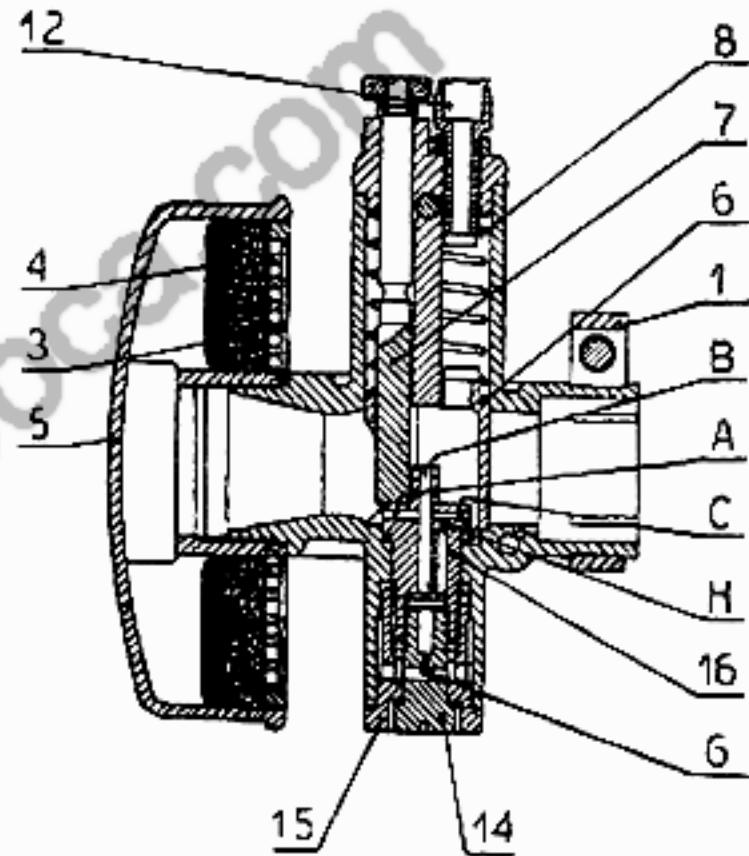

Fig. 11.
c) Il **depuratore d'aria** (5) della fig. 11 contiene l'elemento filtrante (4) che trattiene le impurità sospese nell'aria che lo attraversa.